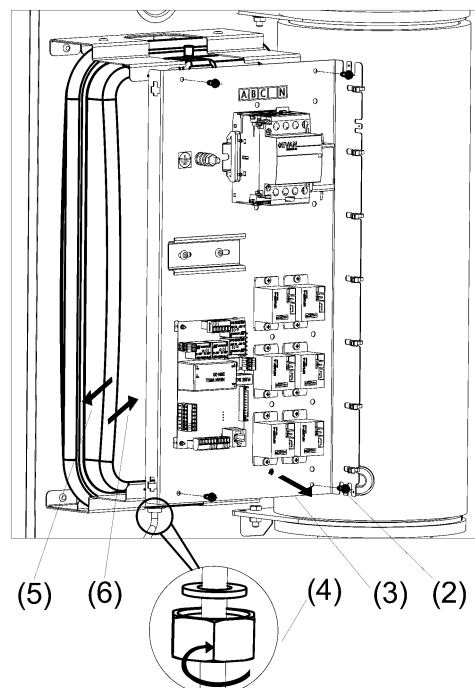

Рисунок 12. Замена расширительного бака
- (2) Открутите четыре самореза (см. рис. 12).
- (3) Снимите и уберите панель силовую с электрокомпонентами в сторону;
- (4) Открутите накидную гайку, соединяющую бак и трубопровод подачи теплоносителя.
- (5) Извлеките бак из корпуса котла.
- (6) Установите новый бак взамен прежнего, используйте новую уплотнительную прокладку для накидной гайки.
- (7) Проверьте давление воздуха в расширительном баке. Давление воздуха должно быть в диапазоне  $(1,0 \div 1,5)$  bar. При необходимости отрегулируйте давление до нормы.
- (8) Закрутите накидную гайку соединяющую напорный трубопровод подачи и бак. Выполните проверку герметичности соединения.
- (9) Установите панель силовую на штатное место.
- (10) Подсоедините провода к электрокомпонентам расположенных на панели силовой.